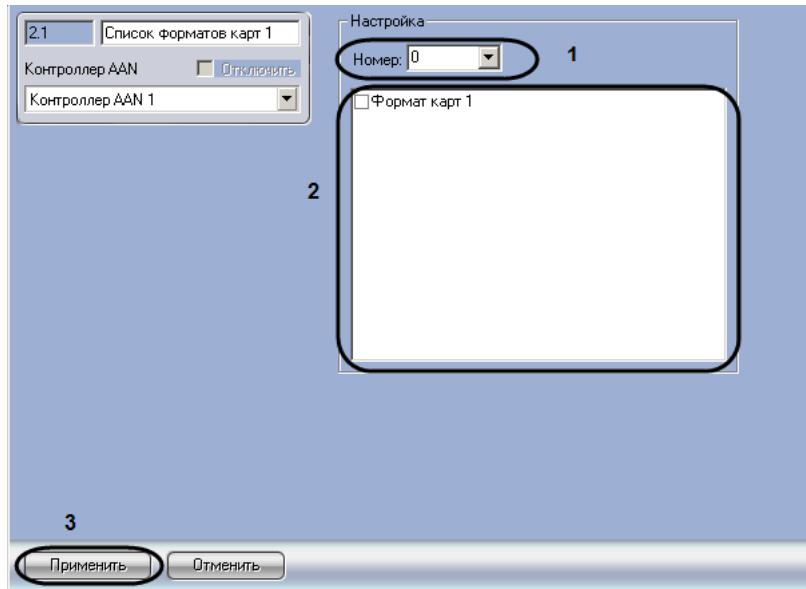

Рис. 3.5-4 Панель настроек объекта Список форматов карт
2. Перейти на панель настроек объекта **Список форматов карт** (Рис. 3.5-4).
3. Из раскрывающегося списка **Номер:** выбрать уникальный номер, присваиваемый данному списку форматов карт доступа (см. Рис. 3.5-4, 1).
4. Установить флагки напротив тех форматов карт доступа, которые необходимо включить в данный список (см. Рис. 3.5-4, 2).
5. Для сохранения изменений нажать кнопку **Применить** (см. Рис. 3.5-4, 2).